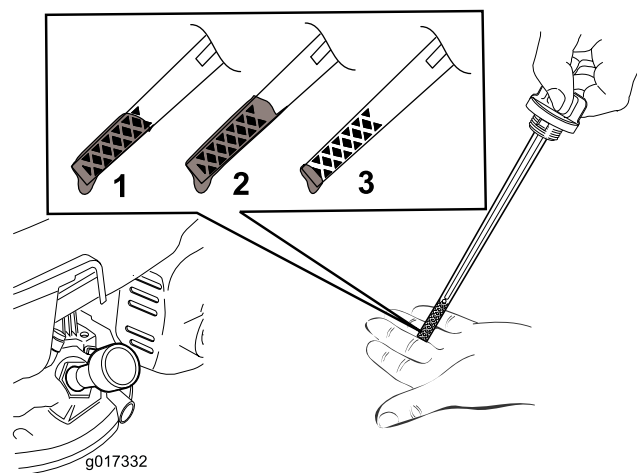

Figure 7
2. Retirez la jauge (Figure 7).
**Remarque:** Versez de l'huile dans le carter moteur jusqu'à ce que la jauge indique le niveau correct, comme montré à la Figure 7. Si vous remplissez excessivement le carter moteur, vidangez l'excédent d'huile comme expliqué sous Vidange de l'huile moteur \(page 17\).